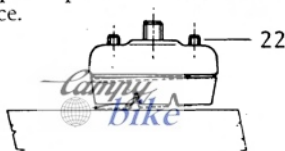

Fig. 2
- 3) La perpendicularité de l'axe B avec la surface latérale de la jante (fig. 2) se règle en dévissant l'écrou 16 et en tournant le patin 21 sur la concavité de la rondelle 20.